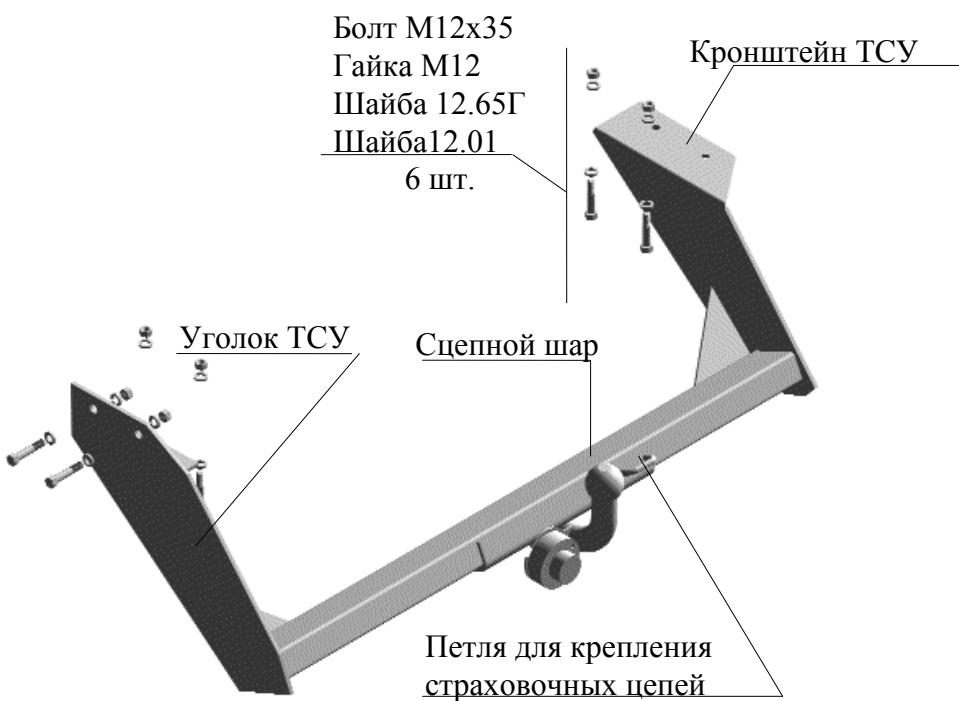

Рис.1 Тягово-сцепное устройство ТСУ 2206
2.1 ТСУ 2206 в сборе (рис.1)	1 шт.
2.2 Пакет с комплектующими (см. рис.1)	1 шт.
4.3 Закрепить ТСУ на лонжеронах автомобиля шестью болтами M12x35 в соответствии с рис.1.